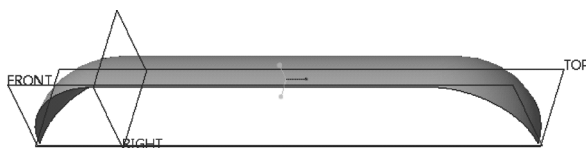

图 7-18 创建的边界混合曲面
6) 在“边界混合”选项卡中单击  (完成) 按钮, 创建的边界混合曲面特征如图 7-18 所示。